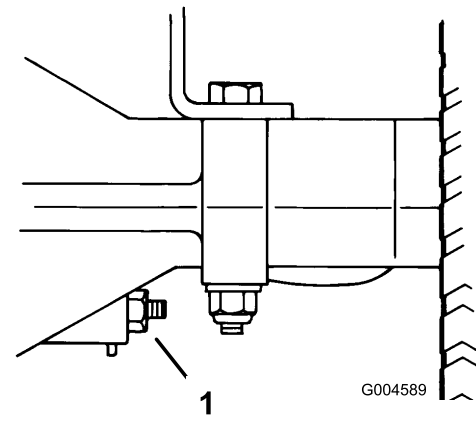

Figura 31
2. Para aumentar la resistencia del freno, apriete la tuerca de ajuste del freno (Figura 31) 1/8 de vuelta en el sentido de las agujas del reloj.